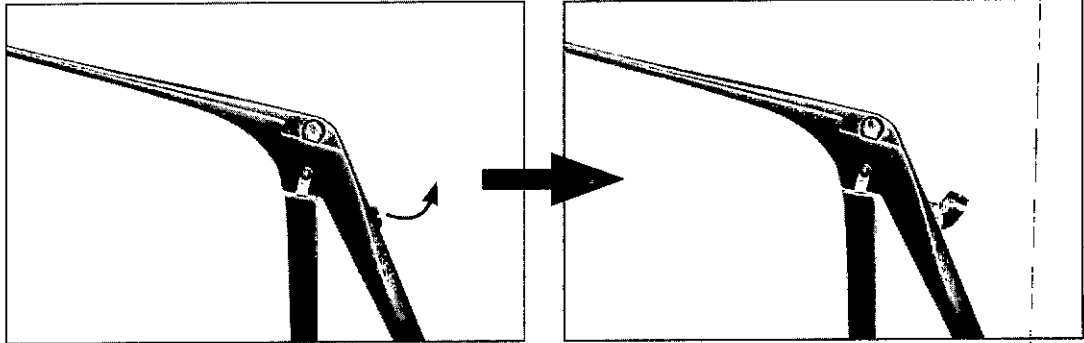

Imagen 1: Libere el mecanismo de bloqueo
- Libere el mecanismo de bloqueo girando la palanca (imagen 1).